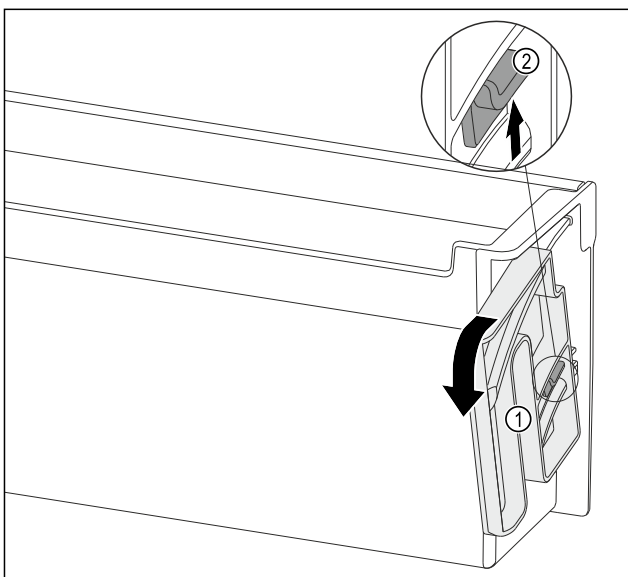

Fig. 144
- ▶ Dreheinheit Fig. 144 (1) in die angegebene Richtung bis zum Anschlag drehen.
- ▶ Lasche Fig. 144 (2) nach oben drücken und Dreheinheit Fig. 144 (1) entnehmen.